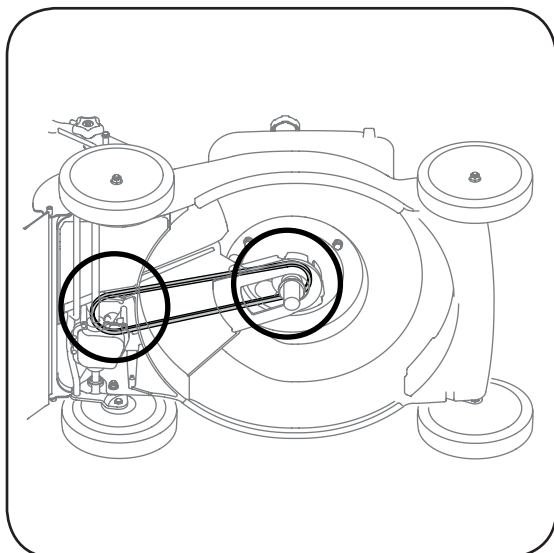

Figura 5-5: Retire la correa de la transmisión y polea del motor.
b. Una vez que la correa está fuera de la polea de transmisión, empuje sobre la tolva de la cubierta para acceder a la polea del motor y deslice la correa fuera de esta polea y fuera de la cubierta, Figura 5-5.